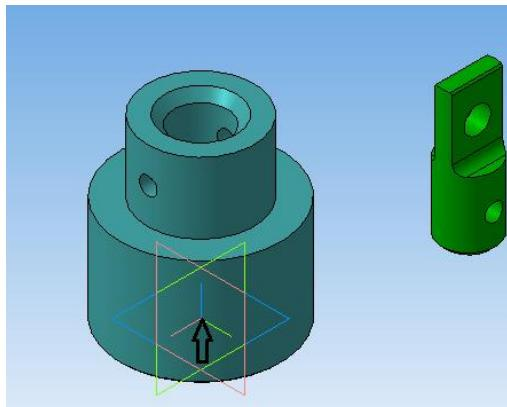

Рисунок 56.
7. Выберите «*Корпус*», закрепите фантомом детали в начале осей координат (рисунок 56).